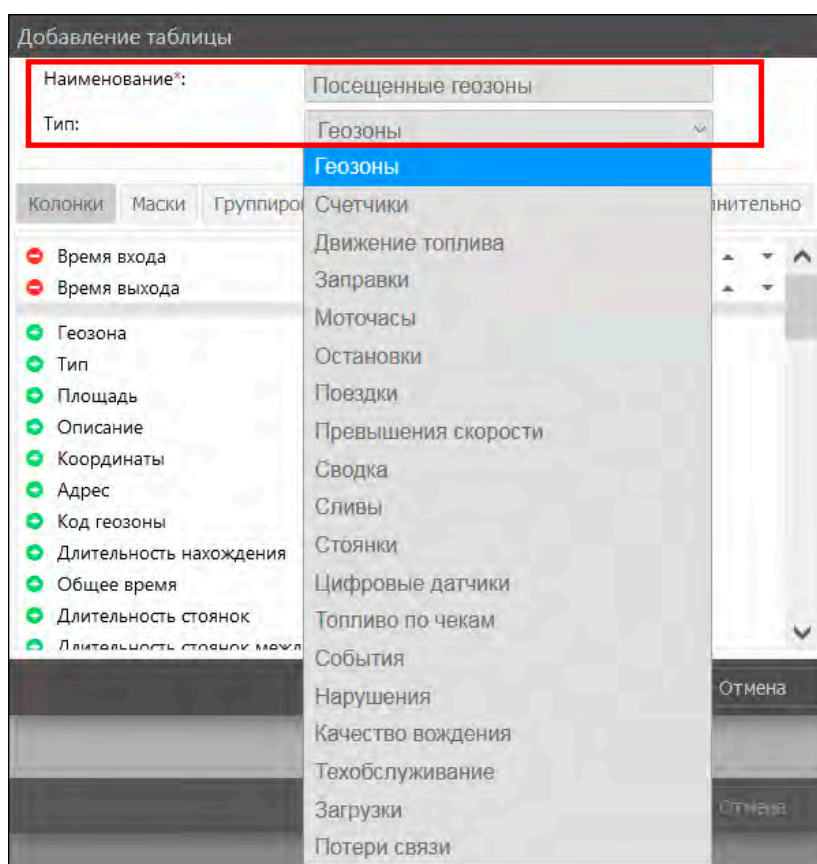

Рис. 6.1.16. Добавление таблицы.
- ✓ введите **Наименование** таблицы (рис. 6.1.16).